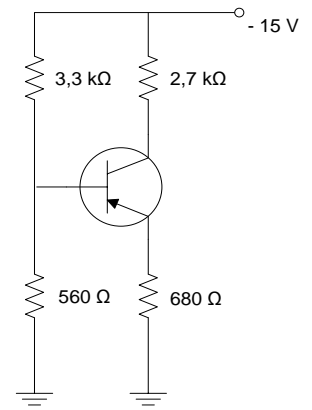

Figura 07
29. Considerando o circuito da figura 07, os valores aproximados das tensões V_B , V_E e V_C , são: